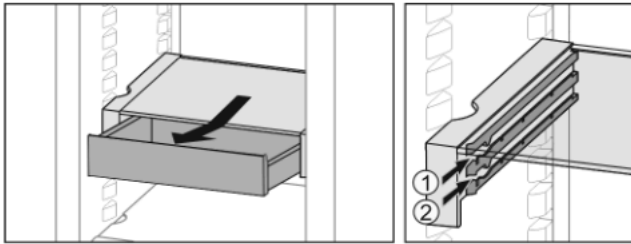

Fig. 20
- ▶ Inserire all'altezza desiderata Fig. 20 (1) o Fig. 20 (2).